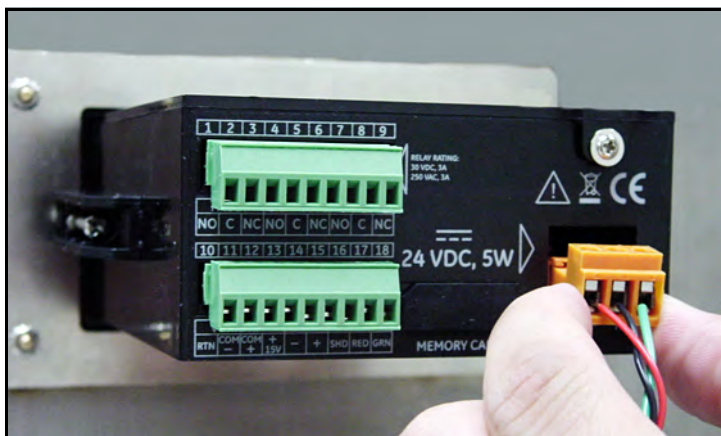

Abbildung 34: Wiederanschießen des Gleichstromsteckers
4. Schließen Sie den Gleichstromstecker wieder an der Rückseite des **dew.IQ** an (siehe *Abbildung 34* unten).